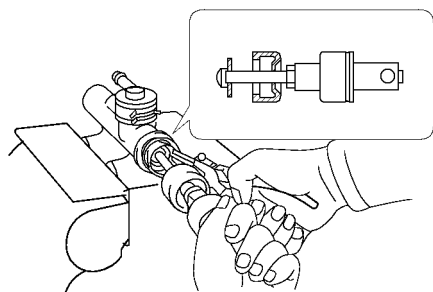

图 9-6 用尖嘴钳拆下弹簧卡环拉出推杆和垫圈
(1) 拆下推杆。向后拉保护罩，用尖嘴钳拆下弹簧卡环，拉出推杆和垫圈，如图 9-6 所示。
(2) 拆下活塞。使用压缩空气从总泵内拆出活塞。